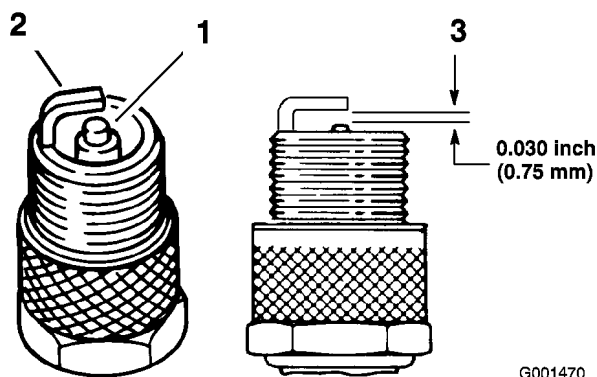

Figura 38
1. Mire la parte central de las bujías (Figura 38). Si se observa un color gris o marrón claro en el aislante, el motor está funcionando correctamente. Si el aislante aparece de color negro, significa que el limpiador de aire está sucio.
3. Compruebe la separación entre los electrodos central y lateral (Figura 38). Si la distancia no es correcta, doble el electrodo lateral (Figura 38).
3. Conecte los cables a las bujías (Figura 38).